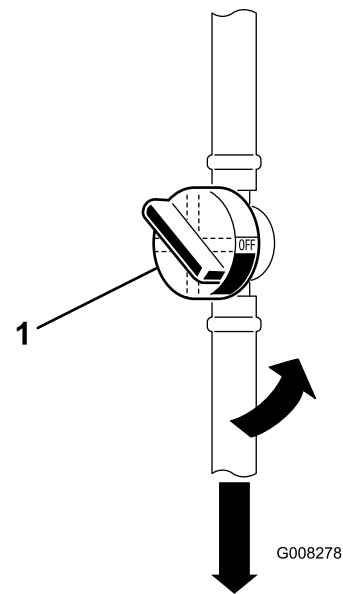

Bild 29
5. Schließen Sie den Kraftstoffhahn (Bild 29).
7. Drücken Sie die Enden der Schlauchklemmen zusammen und schieben diese weg vom Kraftstofffilter (Bild 29).